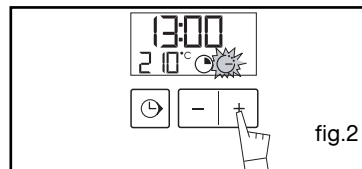

fig.2
Bijvoorbeeld: einde bakduur om 13u (fig.2).
- Stel de gewenste tijd in door op de toetsen + of - te drukken (fig.2).
- Druk gelijktijdig op de toetsen + en - gedurende een tiental seconden tot "CO" weergegeven wordt, om in te stellen (fig.2).